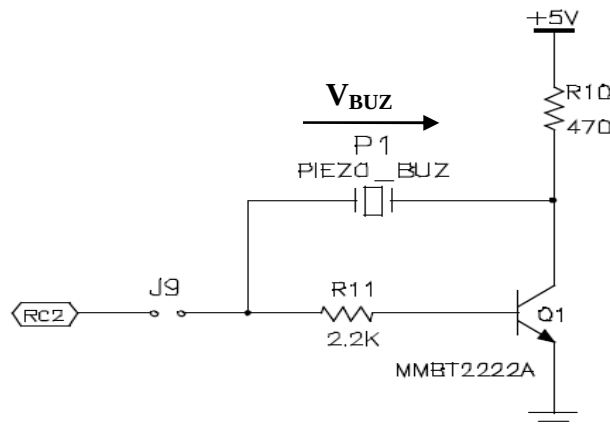

Figure II.1.
5. Pour pouvoir avoir une action « visible » (on devrait ici plutôt dire « audible » car les leds ont été inhibées) lorsqu'on appuie sur **S3**, on va utiliser le buzzer **PIEZO_BUZ P1** présent sur la carte, comme rappelé sur la figure II.1.
Analyse du schéma de la figure II.1. :